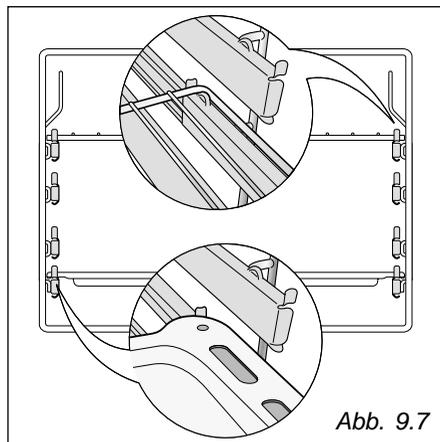

Abb. 9.7
- Die Fettpfanne und das Rost in die verschiebbaren Schlitten schieben (Abb. 9.7).